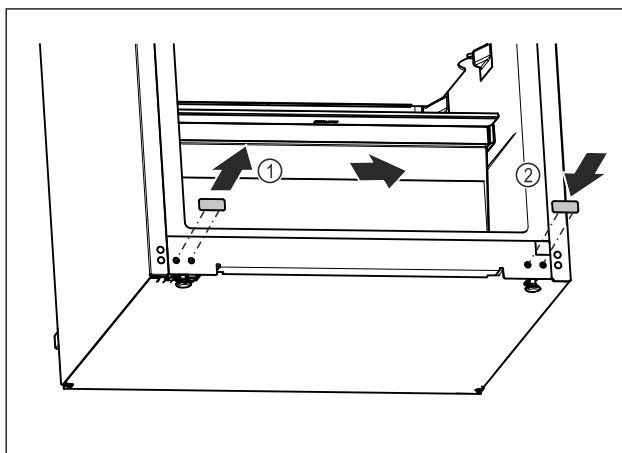

Fig. 21
- ▶ Vytáhněte krycí zátku. Fig. 21 (1)
- ▶ Zasuňte krycí zátku na opačné straně. Fig. 21 (2)